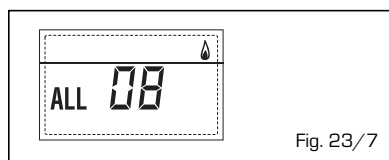

Fig. 23/7
- ANOMALIA CIRCOLAZIONE ACQUA "ALL 09" (fig. 23/8)